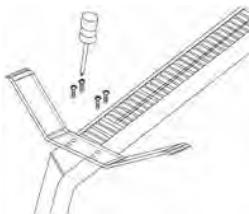

Рис. 3
2. Установите опоры в специально отведененные для этого места крепления (рис. 3).